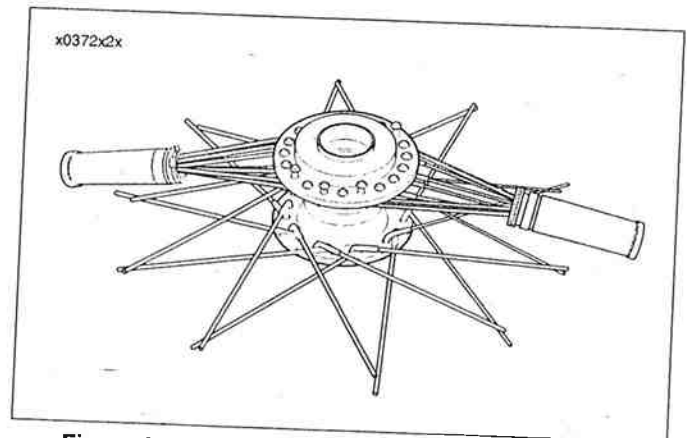

Figura 2-31. Agrupación de los rayos superiores en manojos
6. Vea la Figura 2-31. Una vez insertados los cuarenta rayos en la maza, agrupe en dos manojos los cuarenta rayos del reborde superior. Sujete cada grupo con las empuñaduras del acelerador, para mantener los rayos juntos.